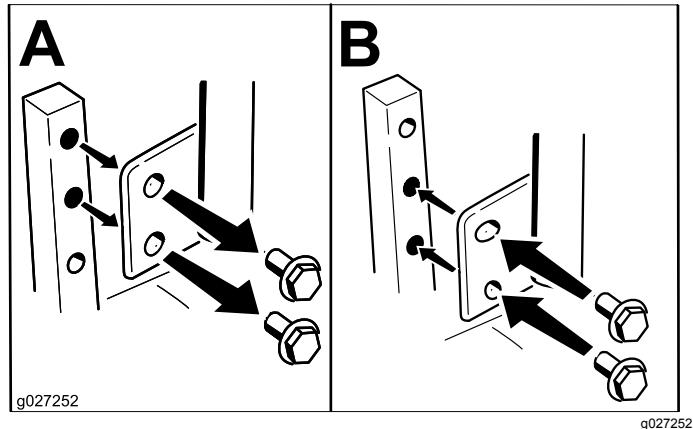

Bild 10
Die Höhe der Fahrantriebshebel kann für den optimalen Bedienerkomfort nach oben oder unten angepasst werden (Bild 10).
- Lösen Sie die untere Schraube etwas, sodass der Schalthebel sich nach vorne oder nach hinten drehen lässt (Bild 10).